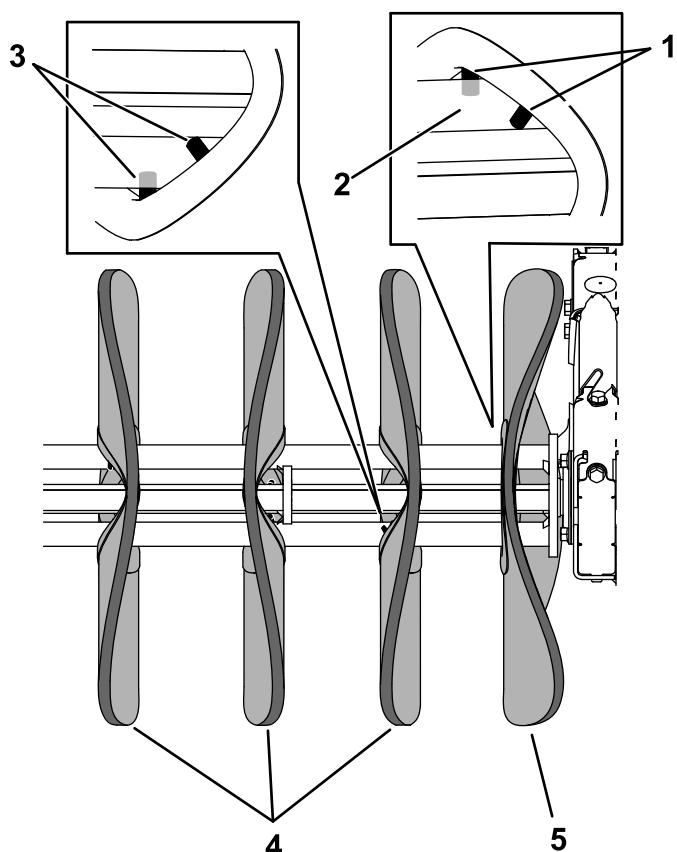

Figure 26
12. Dirigez les segments courbes vers le centre de la brosse et glissez le segment central neuf sur l'axe de telle sorte que les ergots chevauchent l'une des tiges (Figure 26).
13. Glissez un segment sur l'axe de sorte que les ergots chevauchent une tige adjacente et que la courbe soit à l'opposé du segment central (Figure 26).
14. Glissez le segment suivant sur l'axe, en le tournant de sorte que les ergots chevauchent la troisième tige et que les courbes soient à l'opposé du segment précédent (Figure 26).